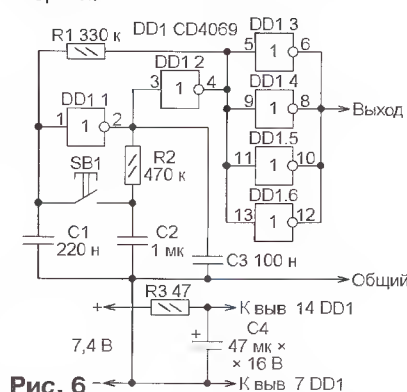

Рис. 6
**"Триггерная кнопка" на одной микросхеме (рис. 6 <<http://www.modelomania.gr/images/stories/lipo%20stab%206v2/lipo%20stab%206v2%20plan.jpg>>).** Инверторы DD1.1 и DD1.2, охваченные положительной обратной связью через резистор R1, образуют триггер, изменяющий своё состояние на противоположное при каждом нажатии на кнопку SB1. Благодаря конденсаторам C1—C3 обеспечивается хорошая помехоустойчивость даже при высокочастотном "искрении" вблизи устройства. Инверторы DD1.3—DD1.6 соединены параллельно, что увеличивает допустимый выходной ток и позволяет управлять довольно мощной нагрузкой. В статическом состоянии устройство практически не потребляет энергии.